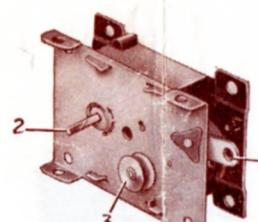

Fig. 1
Before winding the Motor, oil the bearings and gears with thin sewing-machine oil. This oiling should be repeated at intervals. See that the brake lever 1 (Fig. 1) is pressed down. Then press the key on to the winding shaft 2 to its fullest extent and wind anti-clockwise only as indicated by the arrow on the side-plate. **Do not turn the key clockwise.**
Innan motorn drages upp bör lager och kugghjul oljas med tunn symaskinsolja. Se till att bromsspaken 1 (Fig. 1) är nertryckt. För sedan i nyckeln så långt det går på uppdragsaxeln 2 och drag upp åt vänster, så som när man vrider tillbaka klockan och den lilla pilen på sidan av motorn anger. Vrid aldrig nyckeln medols.
Veuillez que le levier de frein (1) (fig. 1) soit en position basse. Introduisez la clé sur l'arbre de remontage (2) et remontez en sens inverse des aiguilles d'une montre, comme indiqué par la flèche gravée sur le moteur. Ne tournez jamais la clé en sens contraire.
Antes de dar cuerda al Motor, se lubrifican los soportes y cojinetes con aceite de buena calidad de máquinas de coser. Esto se hace a intervalos. Téngase cuidado de que la palanca de freno. 1 (Fig. 1) esté firme abajo. Se mete bien la llave en el eje de arrastamiento 2, y se da vuelta de derecha a izquierda solamente según indica la saeta en la placa del lado. No hay que dar vuelta de izquierda a derecha.
Men lette er op, dat de remhefboom 1 (afb. 1) neergedrukt staat. Druk bij het opwinden de sleutel zo ver mogelijk op de opwindas 2 en wind alléén naar LINKS op, in de richting, die de pijl op de zielplaat aangeeft.
Prima di dare la carica al Motorino occorre oleare gli ingranaggi e i fori dove girano gli assi applicando una goccia di olio leggero come quello da macchina per cucire. Questa oleatura deve essere ripetuta ad intervalli. La leva del freno 1 (Fig. 1) deve essere abbassata in posizione di arresto. Si carica il Motorino applicando la chiave all'asse 2 e girandola nel senso contrario alla rotazione delle lancette dell'orologio come indicato dalla freccia. Attenzione a non girare la chiave nel senso sbagliato perché si guasterebbe il meccanismo.
Es ist zu beachten, dass der Bremshebel (1) (Abbildung 1) auf der "Einschalt-Lage" herunter gedrückt wird.